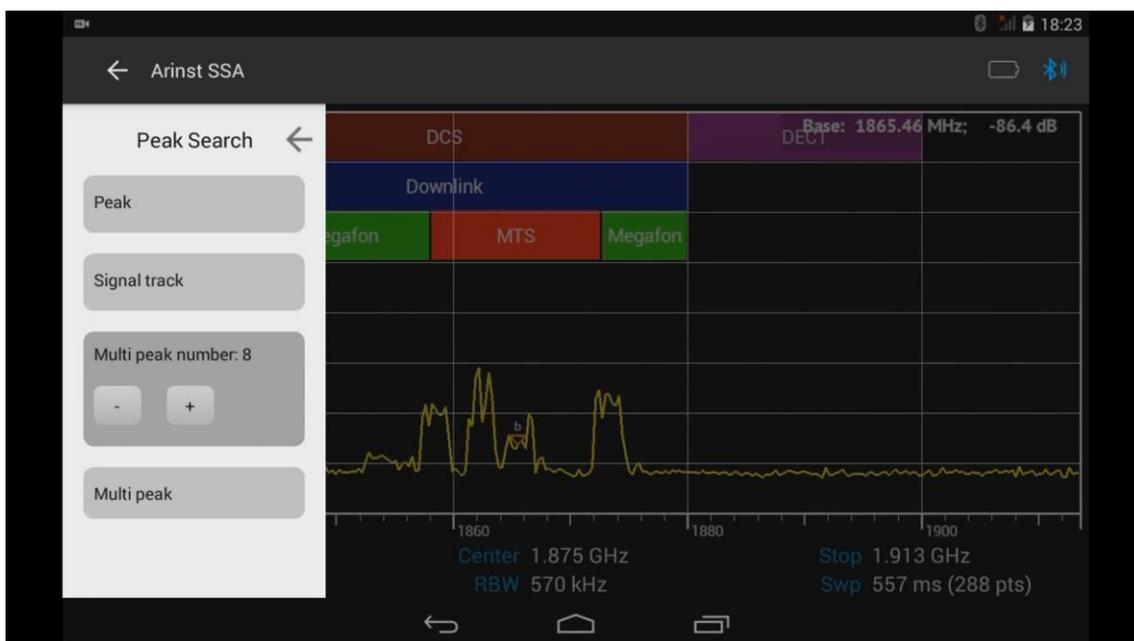

Рисунок 50 – Установка необходимого количества маркеров
8.8.6. Для автоматической установки нескольких маркеров на максимальных уровнях сигналов, по мере убывания их амплитуд, войдите в меню **Multi peak number**, и нажимая кнопки «-» и «+» установите необходимое количество (в пределах от 1 до 10) маркеров, рисунок 50.